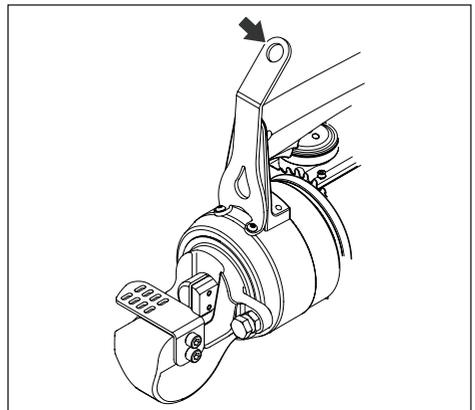

Figura 6, gancho de levantamento (acessório opcional)
- Se for desejado levantar ou suportar o cortador através de meios mecânicos, use apenas o gancho de levantamento fornecido no kit do gancho de levantamento da Enerpac. Veja a Figura 6. Este acessório opcional pode ser pedido com um distribuidor autorizado Enerpac se não tiver sido pedido com o cortador. Use sempre equipamento de levantamento com capacidade de carga adequada.